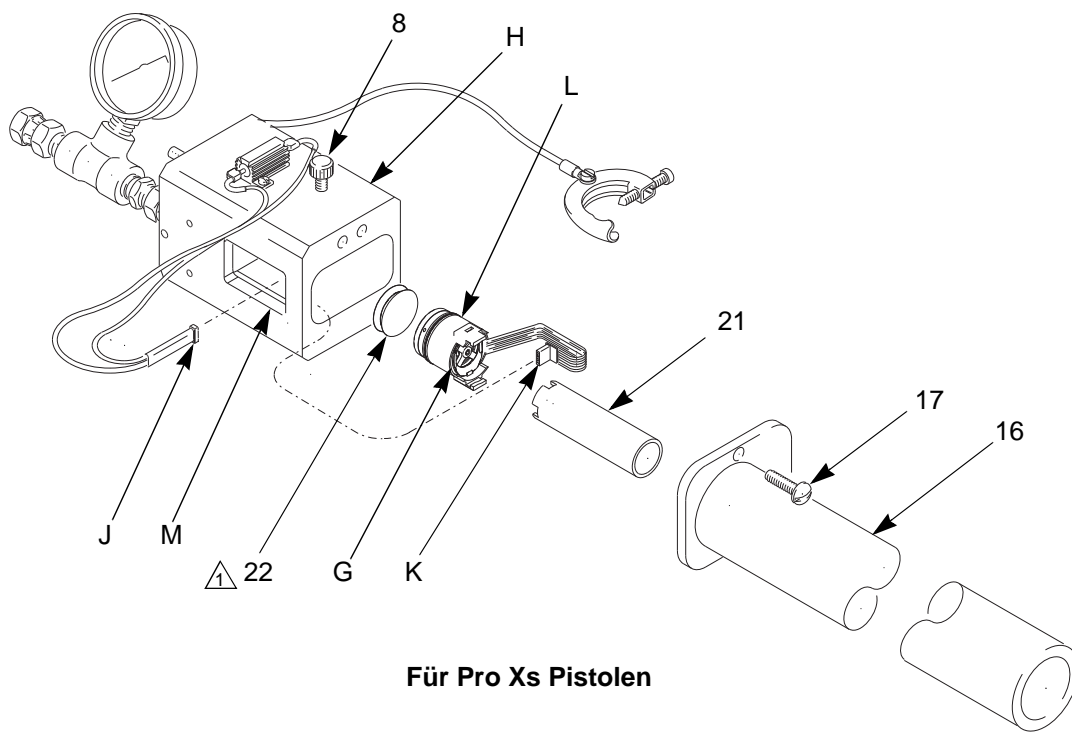

Abb. 3. Turbinengenerator in die Halterung einbauen
3. Den 3-Pin-Anschluss (J) durch das Seitenfenster (M) schieben und mit dem Anschluss (K) des Turbinengenerators verbinden. Die Orientierung des 3-Pin-Anschlusses hat keine Auswirkung auf den Test. Siehe ABB. 3.